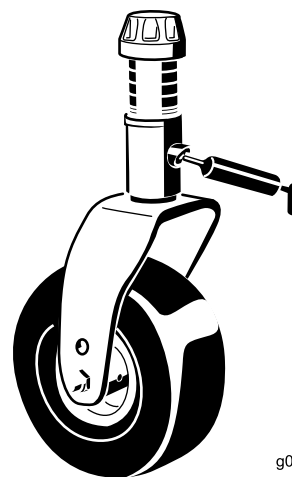

Figura 47
- Casquillo del eje de la horquilla de la rueda giratoria (1) (Figura 47)
- Casquillo del pivote del brazo tensor — situado en el brazo tensor (1)